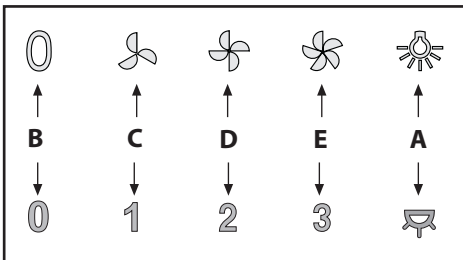

Fig.10
• **Comandi (Fig.10) meccanici:**